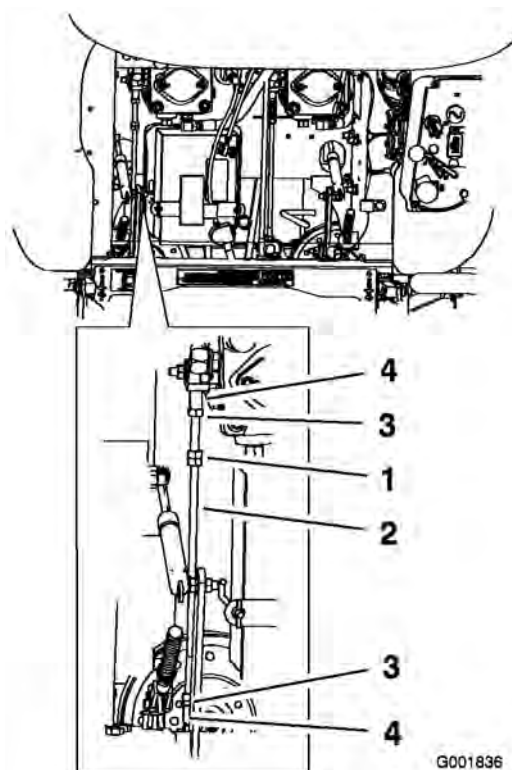

Figure 59
- Desserrez les contre-écrous sur les rotules de la tige de commande de la pompe (Figure 59).
- Réglez la longueur de la tige de pompe en tournant les doubles écrous dans le sens voulu, jusqu'à ce que la roue soit immobilisée ou tourne légèrement en marche arrière (Figure 59).
- Serrez les contre-écrous contre les rotules (Figure 59).